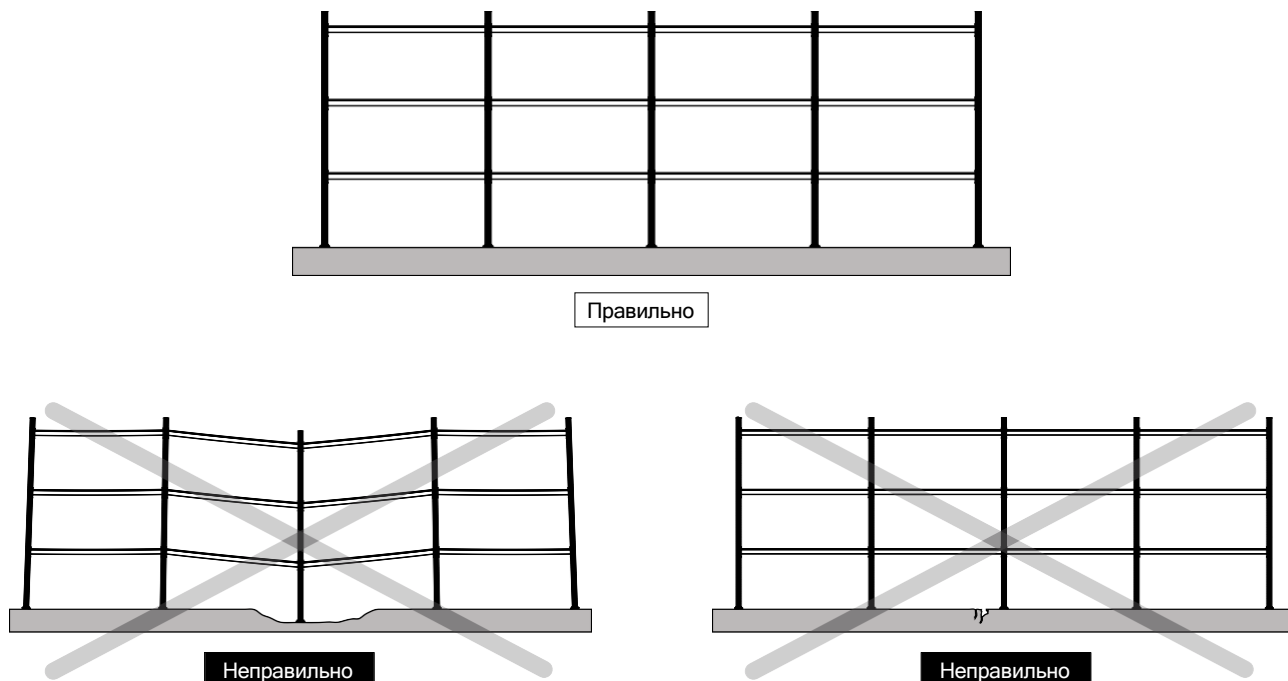

Рисунок 18 — Состояние пола
- Вертикальность рам стеллажа может быть нарушена из-за проседания или смещения пола (рис. 18).